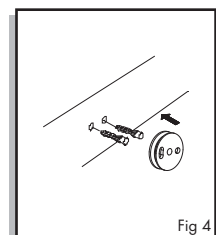

Fig 4
4. Insert the plastic wall anchors into the four holes. You may need to lightly tap them into position with a hammer(Fig 4).
4. Inserte los sujetadores plásticos en los orificios. Martíllelos suavemente si fuera necesario(Fig 4).
4. Insérer les manchons en plastique dans les quatre trous. Il faudra peut-être frapper légèrement sur les manchons à l'aide d'un marteau pour les insérer en place(Fig 4).